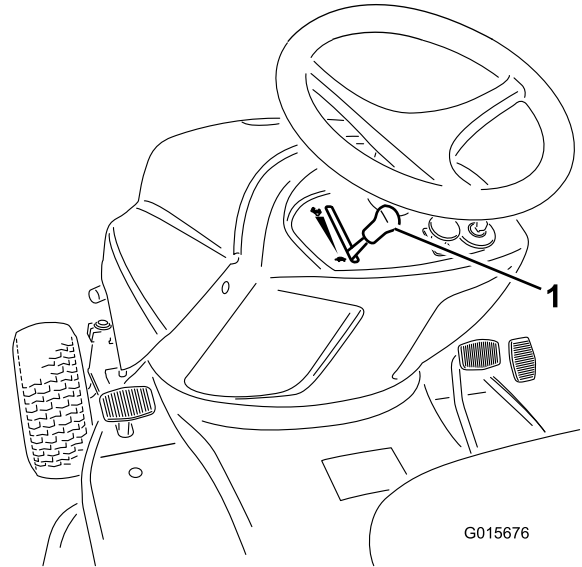

Bild 10
6. Stellen Sie den Gasbedienungshebel beim Anlassen eines kalten Motors auf Choke (ganz nach oben) (Bild 10).
7. Stellen Sie den Gasbedienungshebel auf Langsam (Schildkröte) (Bild 10).
1. Stellen Sie den Gasbedienungshebel auf Langsam (Schildkröte) (Bild 10).